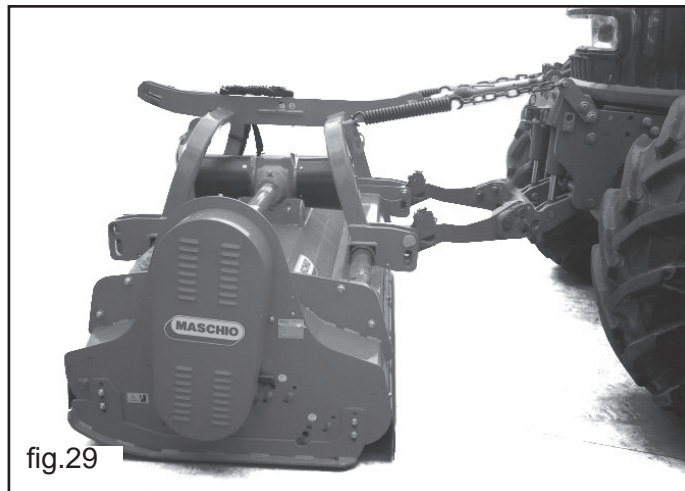

fig.29
4.12.2 KIT MOLLE DI GALLEGGIAMENTO (PER UTILIZZO FRONTALE) (fig.29)